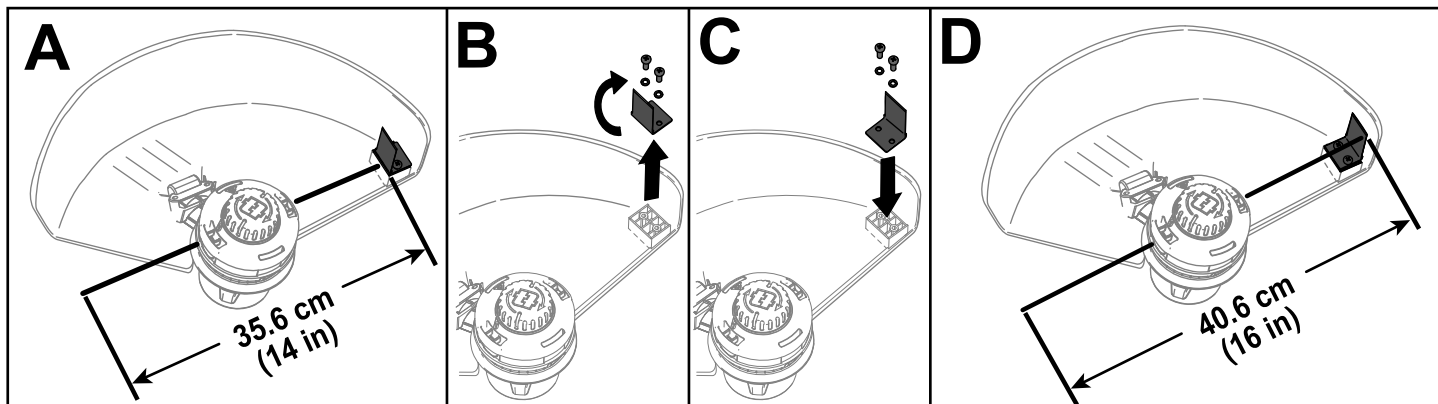

Figure 12
La débroussailleuse est réglée à l'usine pour offrir une largeur de coupe de 36,6 cm, comme montré en A de la Figure 12. Voir les instructions suivantes pour régler la largeur de coupe à 40,6 cm, comme montré en D de la Figure 12.
1. Déposez l'équerre de réglage au fond du déflecteur en retirant les 2 vis de fixation à l'aide de la clé Allen fournie (B de la Figure 12) et tournez l'équerre de 180°.
2. Après avoir tourné l'équerre, remettez les 2 vis retirées précédemment (C de la Figure 12).